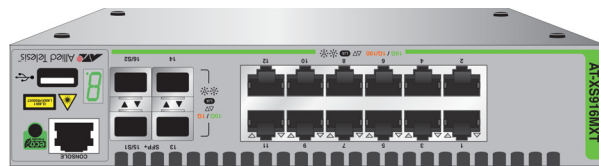

Рисунок 11. Переворачивание коммутатора
2. Поместите устройство в перевернутом положении на ровную, устойчивую поверхность. См. рис. 11.